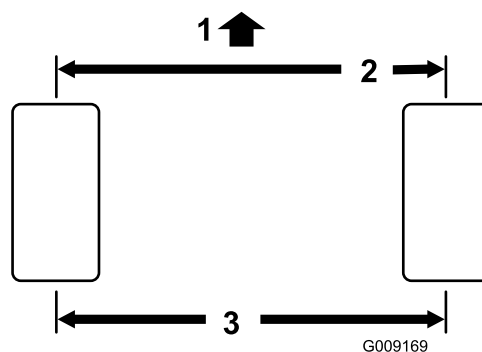

Figura 55
2. Meça a distância de centro a centro (à altura do eixo) na zona dianteira e traseira dos pneus da direcção (Figura 55). A medição terá de ser entre 0 ± 3 mm na frente do pneu em relação à medição da traseira do pneu. Rode o pneu 90° e volte a medir.